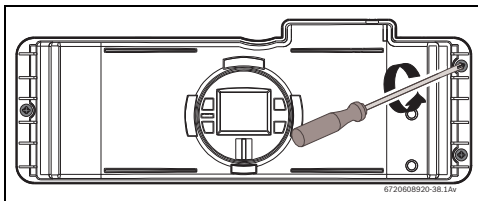
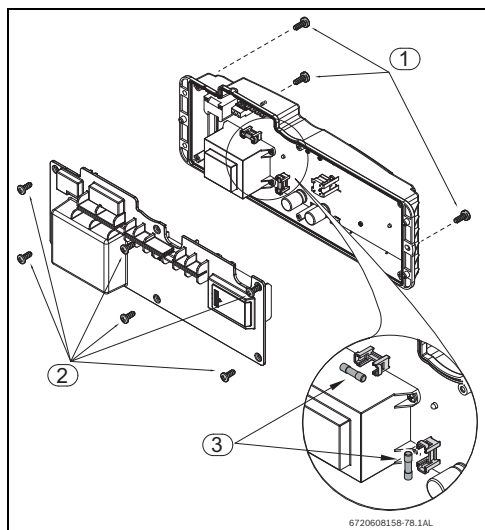

Рис. 46
Рис. 47 Расположение предохранителей
- ▶ отпустите три винта на блоке управления (Рис. 46 и Рис. 47 , поз. 1).
- ▶ Отпустите шесть винтов на задней крышке блока управления, см. Рис. 47 , поз. 2.
- ▶ Проверьте предохранители на печатной плате, см. Рис. 47 , поз. 3.
- ▶ После проверки предохранителей установите все детали на место в обратном порядке (Рис. 47 , поз. 3).